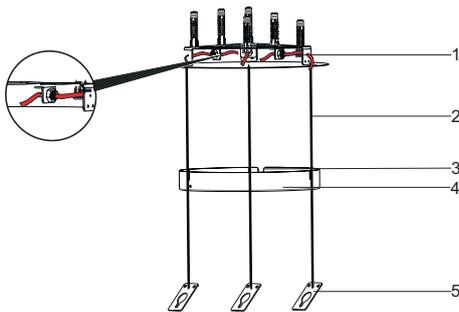

Fig. 12
1. ➤ Faites passer les fils de suspension du produit (2) à travers la plaque de suspension (4). Au fur et à mesure que cela se fait, la zone de passage du câble d'alimentation (5) doit se trouver sur le côté droit lorsque l'appareil est vu de l'avant (Fig. 12).
2. ➤ Faites passer les fils de suspension du produit (2) à travers le mécanisme de verrouillage de la suspension (1). Assurez-vous que tous les fils de suspension aient la longueur requise et sont égaux. (Fig. 12).